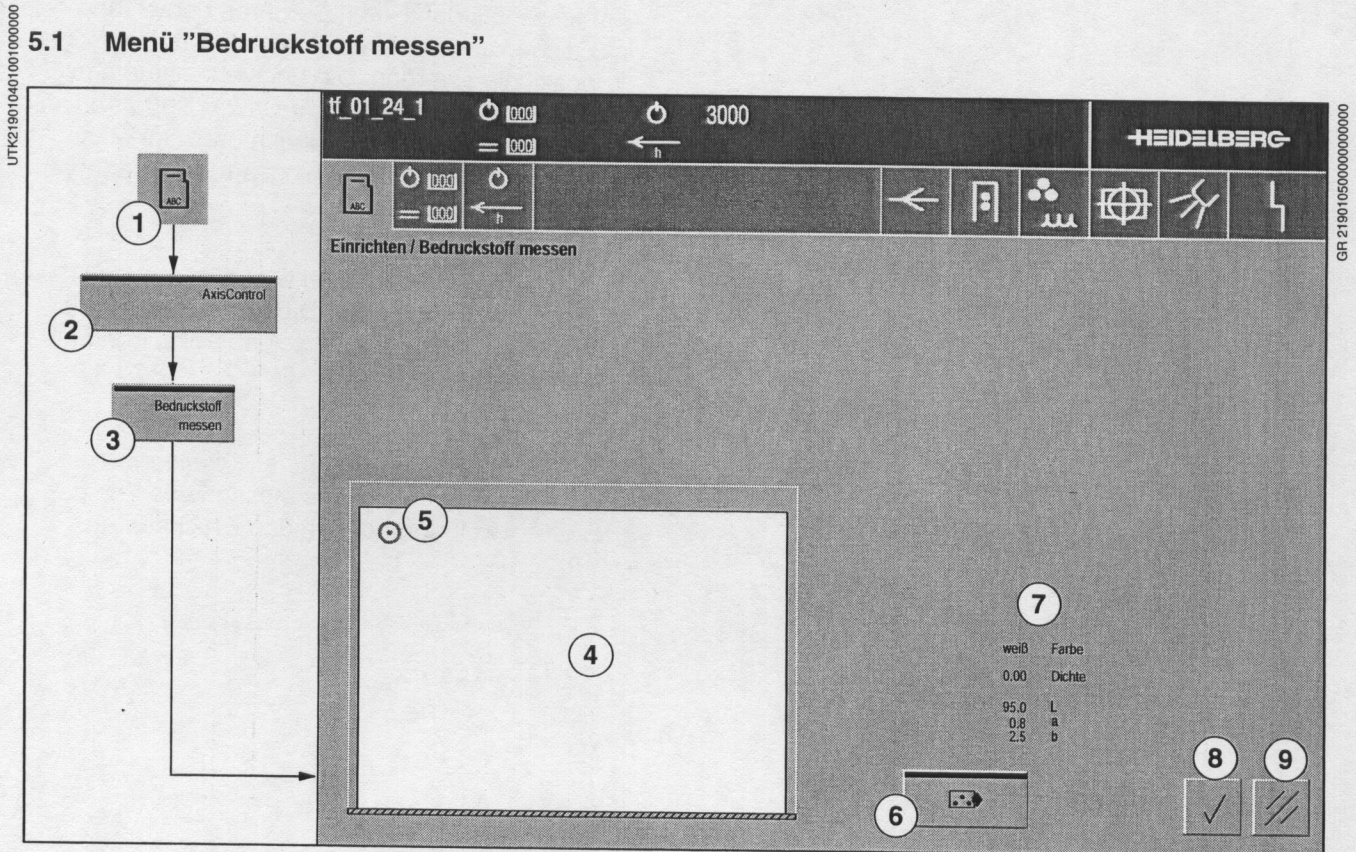

Abb. 6 Menü Bedruckstoff messen
1. Drücken Sie in der Kopfzeile die Taste *Auftrag* (Abb. 6/1).
2. Drücken Sie die Taste *AxisControl* (Abb. 6/2).
3. Drücken Sie die Taste *Bedruckstoff messen* (Abb. 6/3). Das Menü **Einrichten/Bedruckstoff messen** (Abb. 6) erscheint.
- **Anzeige Bogenformat** (Abb. 6/4)
- *Messort* (Abb. 6/5)
- *Messen* (Abb. 6/6)
Nach Drücken der Taste wird die Messung des Papierweiß ausgelöst. Die errechneten Farbwerte erscheinen im Anzeigebereich oberhalb der Taste *Messen* (Abb. 6/7).
2. Berühren Sie auf der Bedienoberfläche des CP2000 Centers die weiße Fläche (Abb. 6/4) ungefähr an dem Punkt, an dem eine Weißfläche auf dem Bogen vorliegt. Der Messkopf wird grob positioniert.
4. Drücken Sie auf der Bedienoberfläche die Taste *Messen* (Abb. 6/6). Der Messvorgang wird ausgelöst. Die Messdaten erscheinen im Anzeigebereich (Abb. 6/7).
Drücken Sie auf der Bedienoberfläche die Taste *OK* (Abb. 6/8). Das Menü schließt sich, die Messdaten werden gespeichert. Im Menü **AxisControl** sind die Funktionstasten für die weiteren Messvorgänge anwählbar.
Drücken Sie auf der Bedienoberfläche die Taste *Löschen* (Abb. 6/9). Das Menü schließt sich, die Messdaten werden nicht gespeichert.